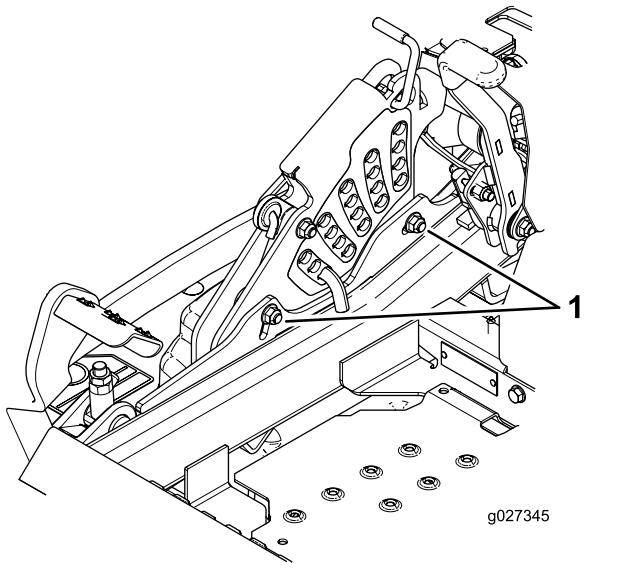

Figura 101
11. Para ajustar el sistema de ajuste de un solo punto, afloje los 2 pernos situados cerca del borde inferior de la pletina de altura de corte (Figura 101).
| 1. Perno de ajuste de un solo punto | 13. Apriete los 2 pernos en el borde inferior de la pletina de altura de corte (Figura 101). |